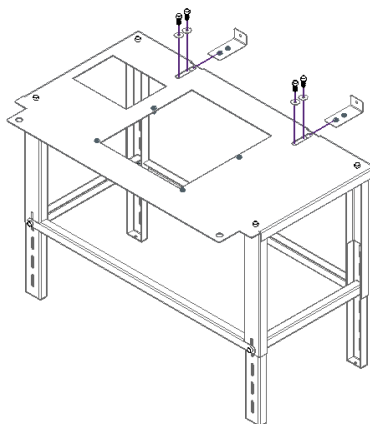

Figura 5 – Montagem mesa auxiliar
4. Colocar os dois esquadros através da abertura na mesa e colocar um parafuso e anilha em cada. Não se deve apertar os parafusos totalmente, apenas o suficiente, para permitir o deslocamento dos esquadros, ver Figura 5.